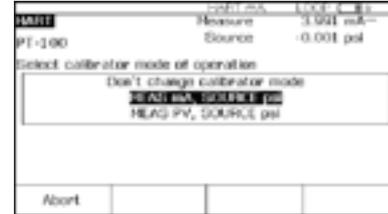

Figura 6.
2. Pressione novamente a tecla **HART** e você será solicitado a selecionar a configuração do 754 (Figura 6). A seleção de MEAS mA, SOURCE psi configurará o calibrador para medir a saída analógica de mA e a pressão que está sendo aplicada simultaneamente à entrada do transmissor e ao módulo de pressão. (A seleção de MEAS PV, SOURCE psi configurará o 754 para avaliar a saída digital de PV do transmissor.) Pressione **ENTER** para selecionar.